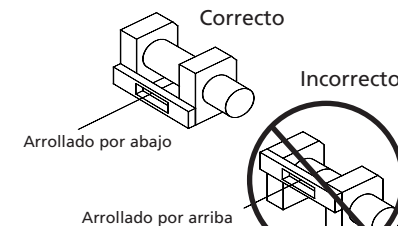

Figura 6
28. Siempre opere su cabrestante con el cable de alambre en una orientación de arrollado por abajo en el tambor de cable de alambre. (Figura 6)